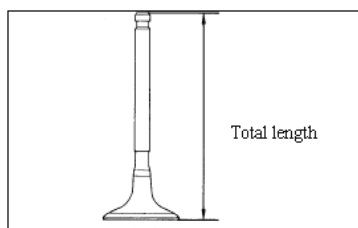

Рисунок II-162
2) При помощи штангенциркуля замерьте общую длину клапана. ((см. Рисунок II-162))